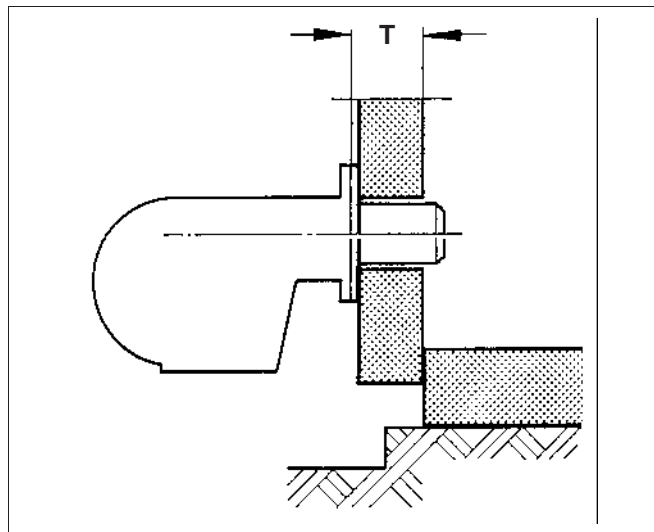

Рис. 22 Схематичное изображение дверцы горелки толщиной T
- Учитывайте толщину двери T (рис. 22; см. также таб. 4).